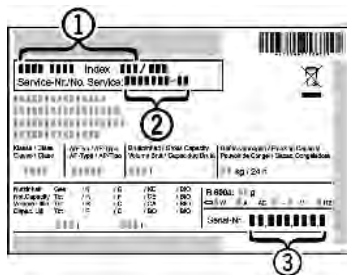

Fig. 41
- ▶ Očitajte naziv uređaja Fig. 41 (1), servisni broj Fig. 41 (2) i serijski broj Fig. 41 (3) s tipske pločice. Tipska pločica nalazi se na lijevoj unutarnjoj strani uređaja.